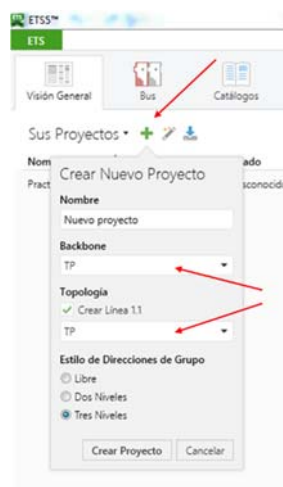

Figura 1. Selección del tipo de bus y de los niveles de las direcciones lógicas.
Dentro de la ventana de inicio se selecciona la opción de *Nuevo Proyecto*, presionando en el icono con el símbolo + coloreado en verde. Ahora se debe cambiar a la pestaña de *Proyectos*, donde tras presionar en la opción *Nuevo*, aparecerá una ventana para introducir el nombre del proyecto, el tipo de bus y los niveles de direcciones lógicas. Aunque la instalación se programe por un interfaz IP, los módulos domóticos se comunican entre sí mediante el bus de par trenzado (TP); por otro lado, trabajaremos con direcciones lógicas de 3 niveles (ver Figura 1).